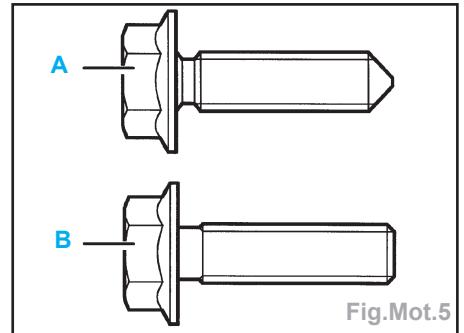

Fig.Mot.5
- Déterminer la version du pignon de la pompe d'injection; pour cela, déposer une vis de fixation de pignon (Fig.Mot.5).
- si le moteur est équipé de vis de pignon de pompe d'injection version **A** (Fig.Mot.5), serrer à fond les nouvelles vis de fixation du pignon de pompe d'injection. Couple de serrage : **20 Nm**,
- si le moteur est équipé de vis de pignon de pompe d'injection version **B** (Fig.Mot.5), serrer à fond les anciennes vis de fixation du pignon de pompe d'injection. Couple de serrage : **25 Nm**.